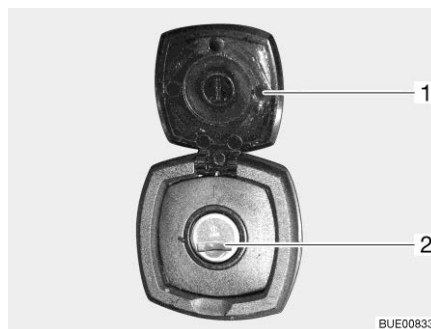

Fig. 63 Serrure du portillon, carrée
- Ouvrir le cache (Fig. 63,1).
- Insérer la clé dans le barillet (Fig. 63,2) et la tourner d'un quart de tour.